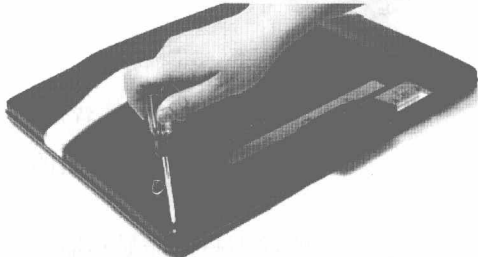

图 15-3 将螺丝卸下
步骤② 液晶显示器背部有 6 颗螺丝, 使用螺丝刀将其一一卸下, 如图 15-3 所示。